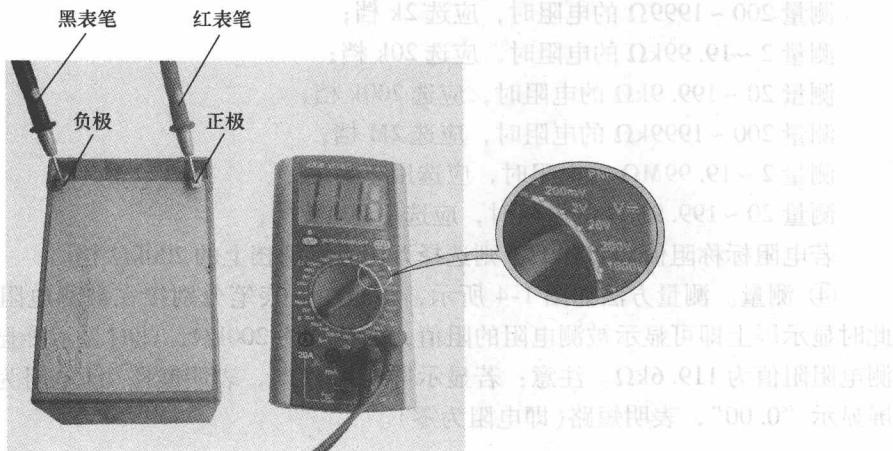

图 1-5 直流电压的检测技巧
④ 测量。检测技巧如图 1-5 所示，将红表笔接电源正极或高电位端，黑表笔接电源负极或低电位端，使表笔与被测电路接触点接触稳定，其电压数值可以在显示屏上直接读出。若显示屏显示 11.1 ，则表明所测电压为 $11.1V$ 。若显示屏显示“1”，则表明量程较小，应适当增大量程进行检查；若数值左侧出现“-”，则表明表笔极性与电源极性相反，此时黑